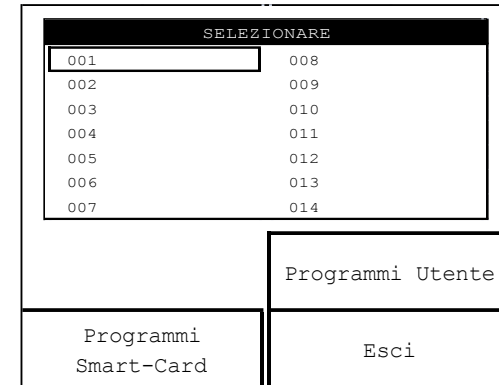
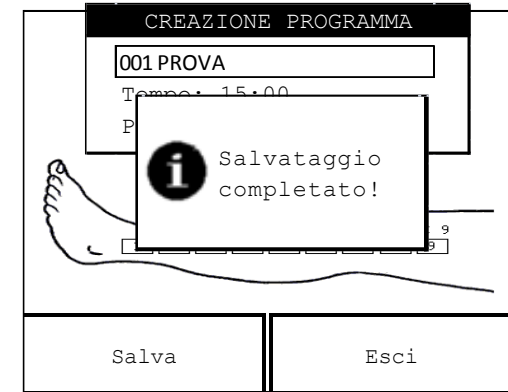

Fig.15
Fig.21
Premere il tasto relativo alla funzione CREA PROGRAMMI (vedi fig.2) per creare un programma; compare la schermata di fig.15.
- Premendo il pulsante ESCI, si annulla l'operazione di creazione del programma personalizzato e si ritorna alla schermata di Fig.15.
Al termine del salvataggio compare la schermata di Fig.21 che informa l'operatore che l'operazione di memorizzazione del programma personalizzato sul supporto di memoria è terminato con successo. Dopo qualche secondo si ritorna alla schermata di Fig.15.